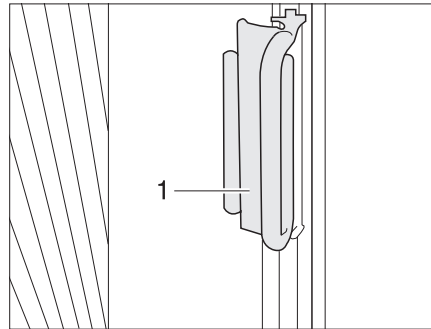

Figura 15 Tirador del estor plegable para el parabrisas
- Sujetar cada vez el tirador (Figura 15,1) de los estores plegables a ambos lados de la luna delantera y tirarlos cuidadosamente hacia el centro de la luna delantera, hasta que el cierre magnético mantenga cerrado el estor plegable.
- Empujar el tirador (Figura 15,1) a la pieza sobrepuesta. El estor plegable está asegurado.